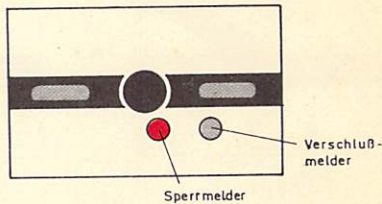

Bild 28
- c) Gleisabschnitte, die mit einer Einzelspernung ausgerüstet sind, werden durch Bedienen der Weichensperretaste | Lichtsignalperrettaste und der Gleistaste gesperrt; der Sperrmelder leuchtet rot (vgl. Bild 28). Die Sperrumgehung (vgl. § 7 Abs. 16) ist nicht möglich.